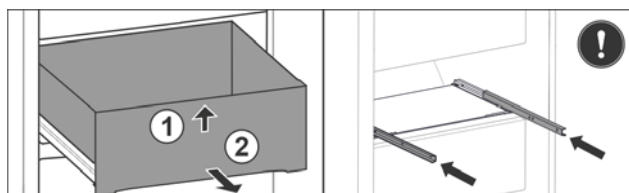

Fig. 34*
- ▶ Поднимите выдвижной ящик спереди Fig. 34 (1).*
- ▶ Извлеките движением вперед Fig. 34 (2).*